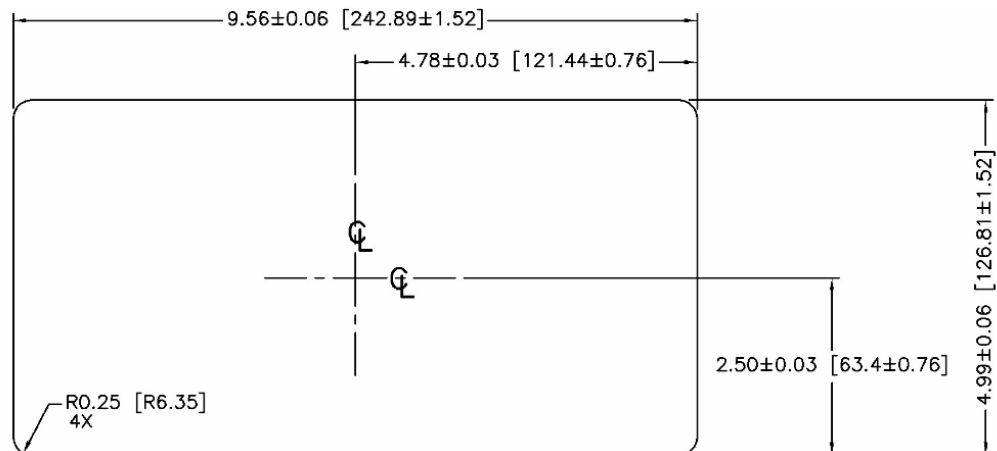

Figura 3-7: Dimensioni di taglio del pannello
4. L'apertura del pannello di controllo o dell'armadietto industriale deve avere dimensioni tali da adattarsi all'apertura del pannello, come illustrato in Figura 3-7. Le dimensioni sono espresse in pollici e [millimetri].